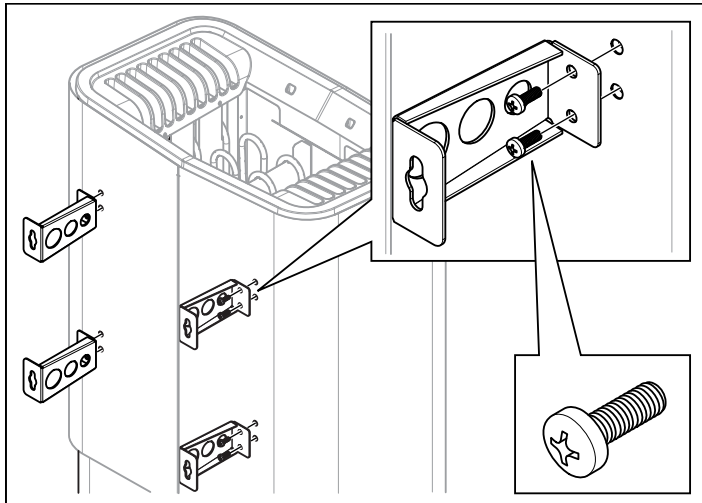

Рисунок 10: Крепление кронштейнов к нагревателю
- Открутите первые два винта на задней стороне нагревателя и прикрутите один из четырех кронштейнов. Повторяйте процедуру для установки всех остальных кронштейнов (см. Рис. 10).